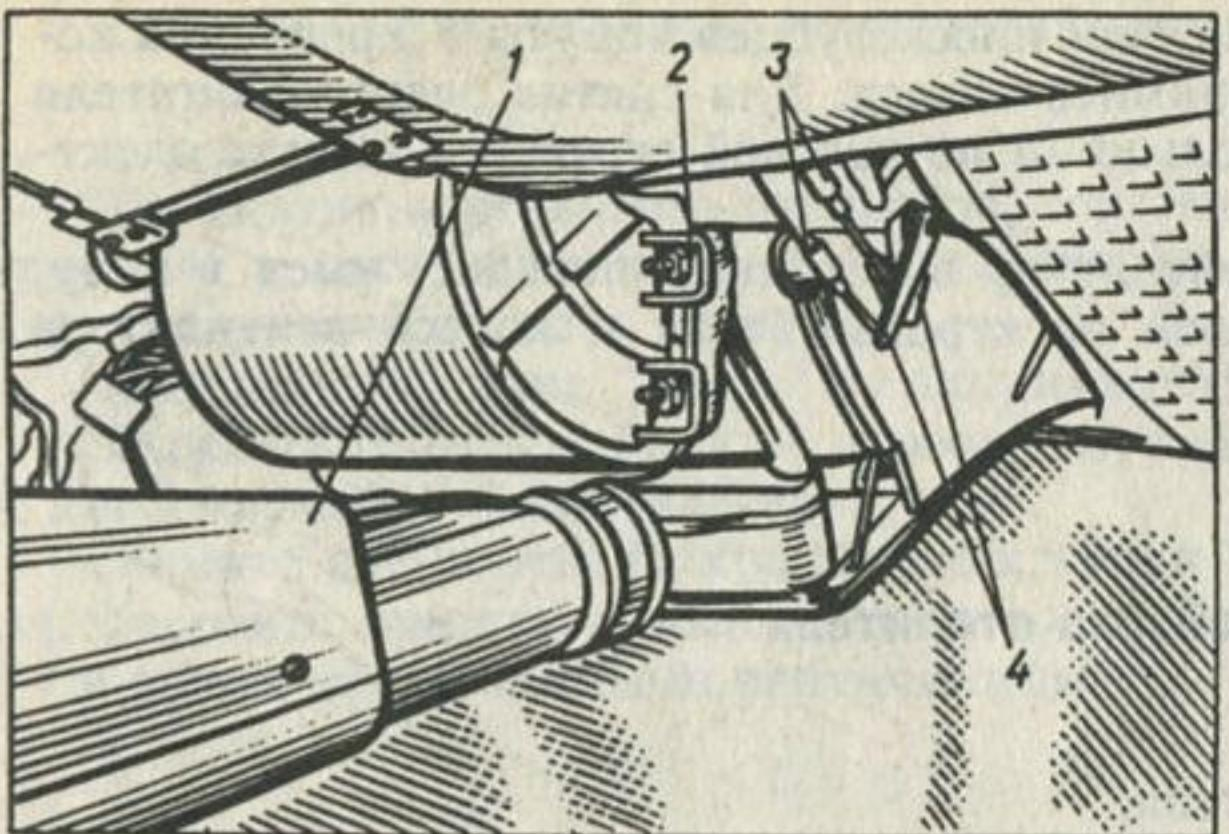

Рис. 56. Вид на воздухораспределитель и отопитель из салона кузова:
- отсоедините от воздухораспределителя 1 (рис. 56) отопитель, отвернув четыре колпачковые гайки 2 со стороны салона кузова, и панель рычагов управления отопителем;
отсоедините скобы 3 (см. рис. 56) крепления оболочек тяг и снимите тяги с рычагов 4 привода заслонок;